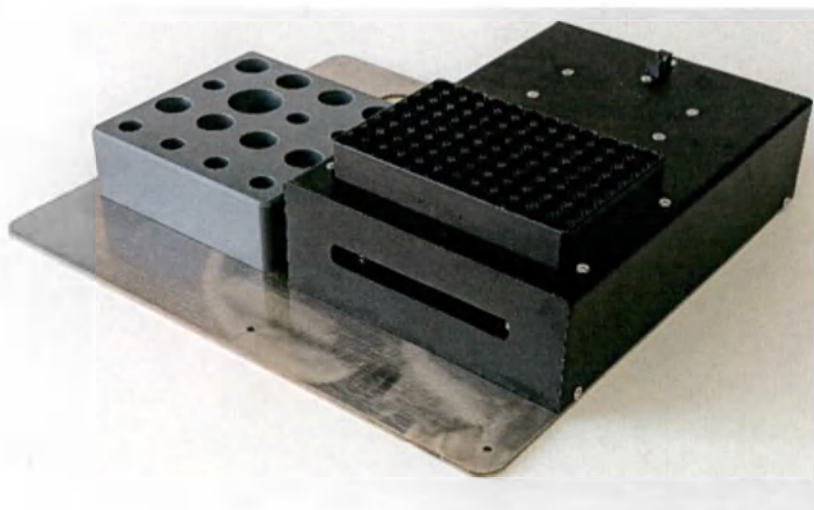

Рис. 12. Дектрей для модуля охлаждения глубоколоночных планшетов и штативом для контрольных образцов.
5.5.7. *Дектрей с модулем охлаждения* для охлаждения содержимого лунок глубоколоночных планшетов *и штативом для контрольных образцов* (Рис. 12).